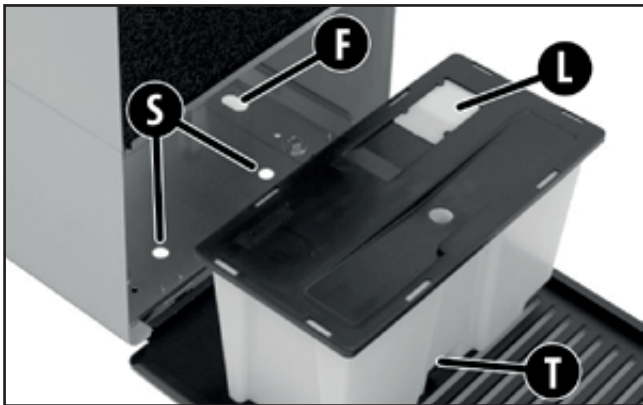

Fig.6 - Fori per il posizionamento del serbatoio
Aprire lo sportello e sfilare il serbatoio (Fig.6). Utilizzare lo sportellino (L) per svuotare l'acqua.